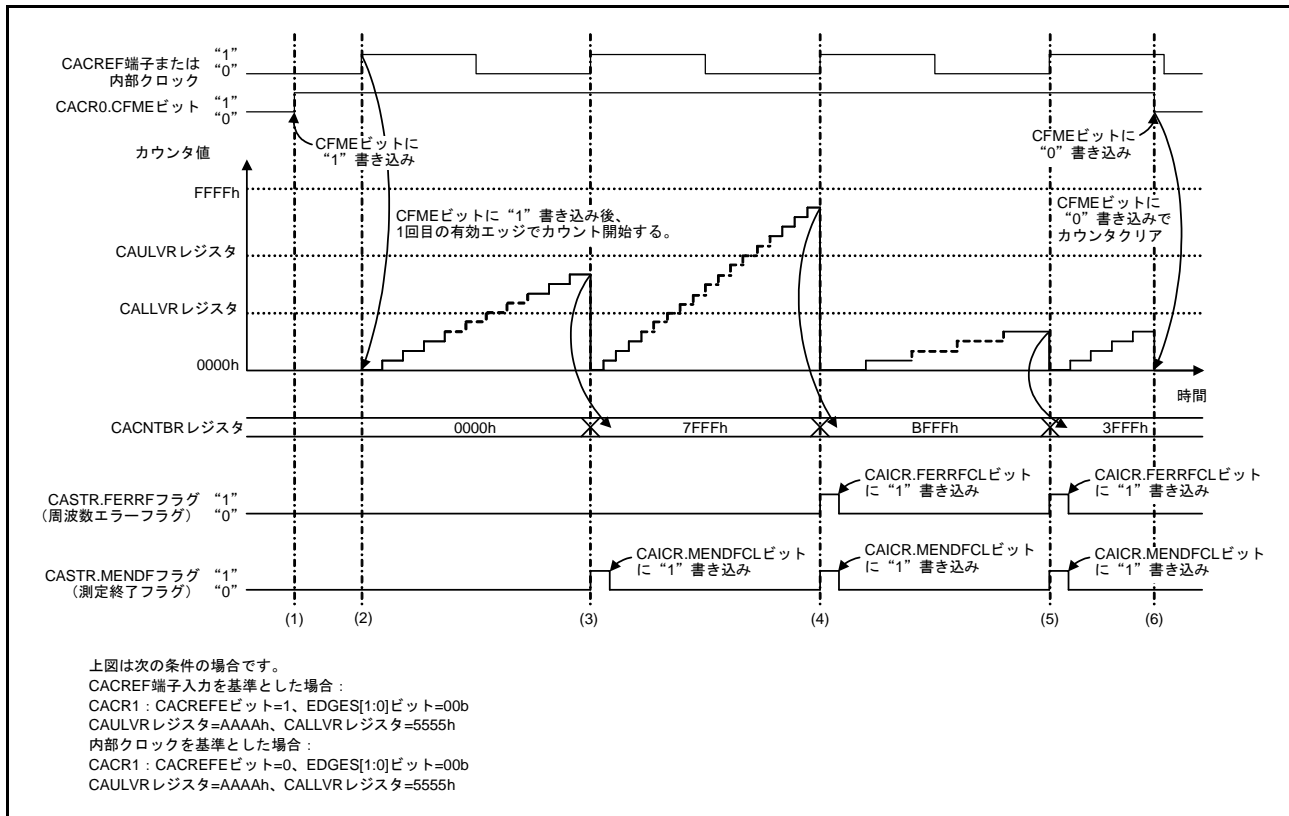

図 10.2 クロック周波数精度測定回路の動作例
クロック周波数精度測定回路は、CACREF 端子入力または内部クロックを基準にクロック周波数を測定します。図 10.2 にクロック周波数精度測定回路の動作例を示します。
- (2) CACREF 端子入力を基準とした場合は、CFME ビットに "1" を書き込み後、CACREF 端子から CACR1.EDGES[1:0] ビットで選択した有効エッジ (図 10.2 では立ち上がりエッジ (CACR1.EDGES[1:0]=00b)) が入力されるとタイマのカウンタアップが開始します。
内部クロックを基準とした場合は、CFME ビットに "1" を書き込み後、CACR2.RSCS[2:0] ビットで選択したクロックソースを元に CACR1.EDGES[1:0] ビットで選択した有効エッジ (図 10.2 では立ち上がりエッジ (CACR1.EDGES[1:0]=00b)) が入力されるとタイマのカウンタアップが開始します。